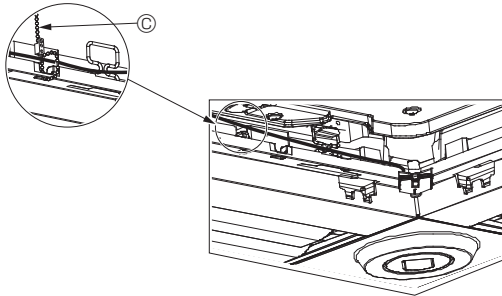

Fig. 10-12
- Fixez les fils du capteur i-See et du récepteur de signal au panneau à l'aide des fixations, comme indiqué sur le schéma, de sorte qu'il n'y ait pas de mou au niveau des fils, puis coupez le fil qui dépasse aux extrémités de la fixation. (Fig. 10-12)
- Si la position du capteur i-See a été permutée de la position "o" (E) à la position "□" (F), changez le réglage des fonctions. (Voir page 12.)